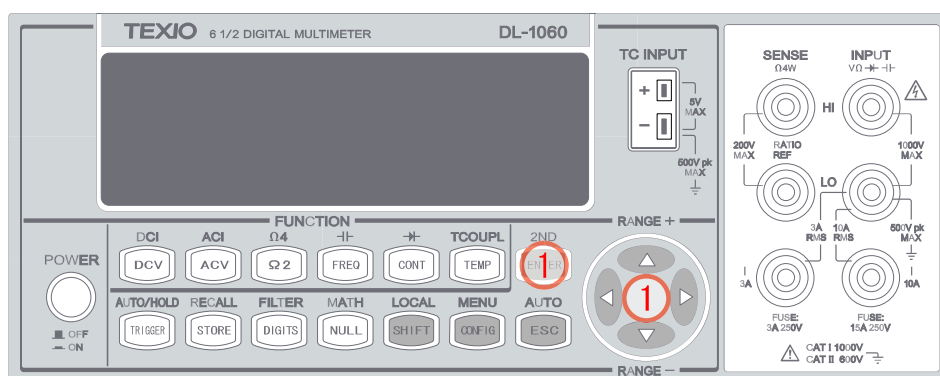

図 3-5
- ① デジタルフィルタを有効にして、◀・▶ボタンで “READINGS” を選択し ENTER を押します。◀・▶ボタンで設定する桁に移動し、△・▽ボタンを操作して 2 から 100 までの値を設定し、ENTER を押します。読み取りが始まると “RUN” が表示されます。これらの操作は図 3-5 に示します。